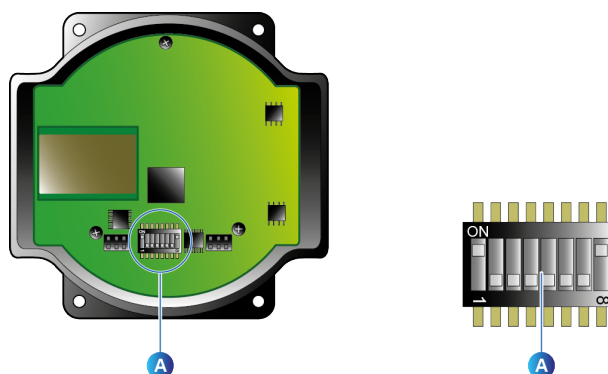

Figure 49 : réglage des micro-interrupteurs sur le récepteur Maître.
- Après ouverture du capot du récepteur *Maître*, positionner les micro-interrupteurs (Figure 49, rep A) comme suit :